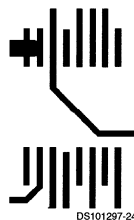

FIGURE 3. Printed Circuit Board Used for Thermal Resistance Specifications
- Note 5:** Figure 3 に示す 1 オンス箔の FR-4 プリント回路基板に実装したときの QSOP-16 パッケージの接合部から周囲への熱抵抗は、130 /W です。